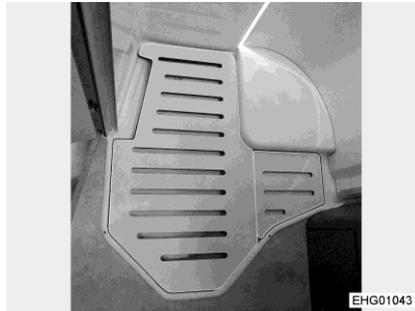

Bild 146 Einlegeboden (Beispiel)
- Vor dem Duschen Einlegeboden (Bild 146) aus der Dusche nehmen.